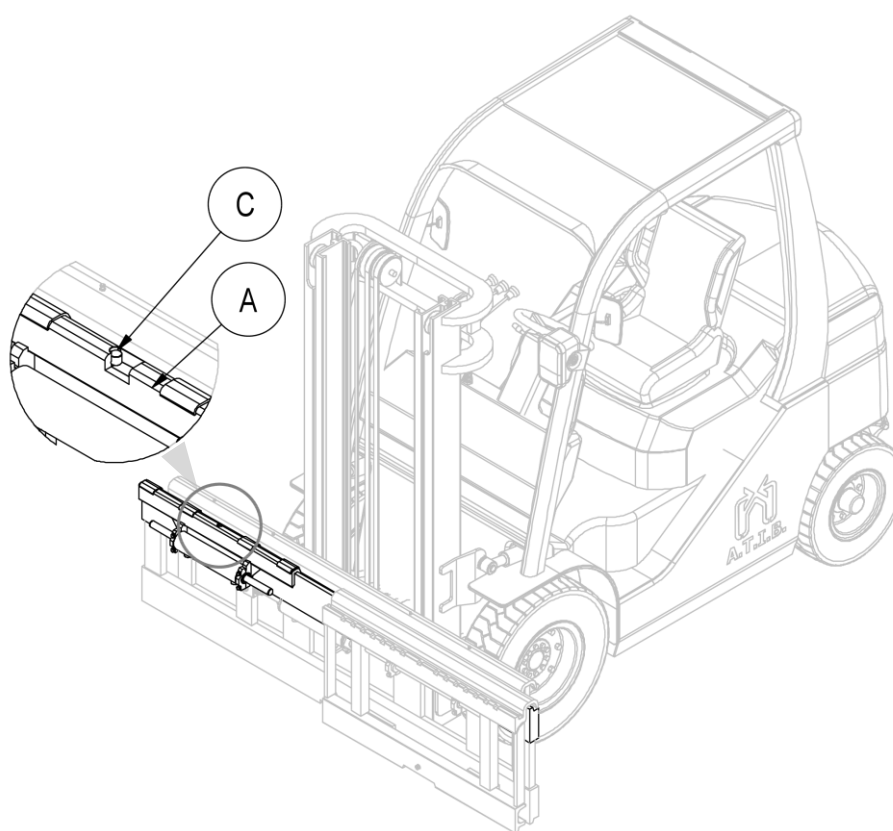

Figura 7
2. Tomar manualmente el doble gancho A (con el correspondiente cilindro) y posicionarlo sobre el perfil superior de la placa porta horquillas, cuidando de encajar el pivote de centrado C en la muesca central del mismo (mira *Figura 7*).